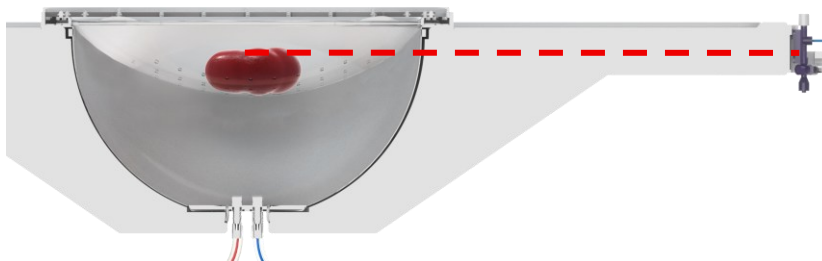

Figura 29: Altezza del rene rispetto al sensore di pressione
- Tenere presente che il rene è sostenuto dalla rete e dal liquido nel serbatoio. Per garantire una misurazione precisa della pressione, è essenziale allineare l'altezza del rene al sensore di pressione, come mostrato nella Figura 29. La punta della cannula deve trovarsi alla stessa altezza del centro del sensore di pressione.